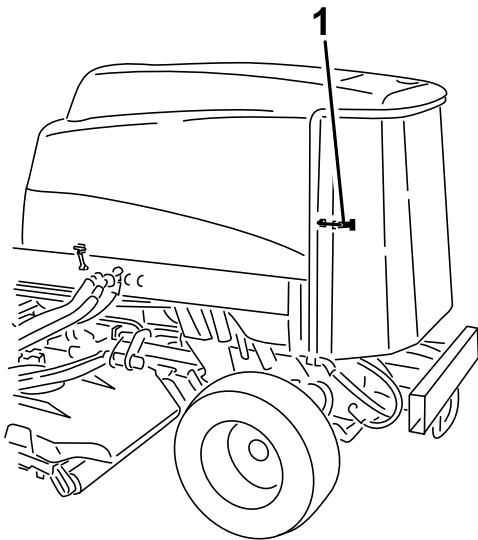

Figura 64
1. Destranque e abra o painel traseiro (Figura 64).